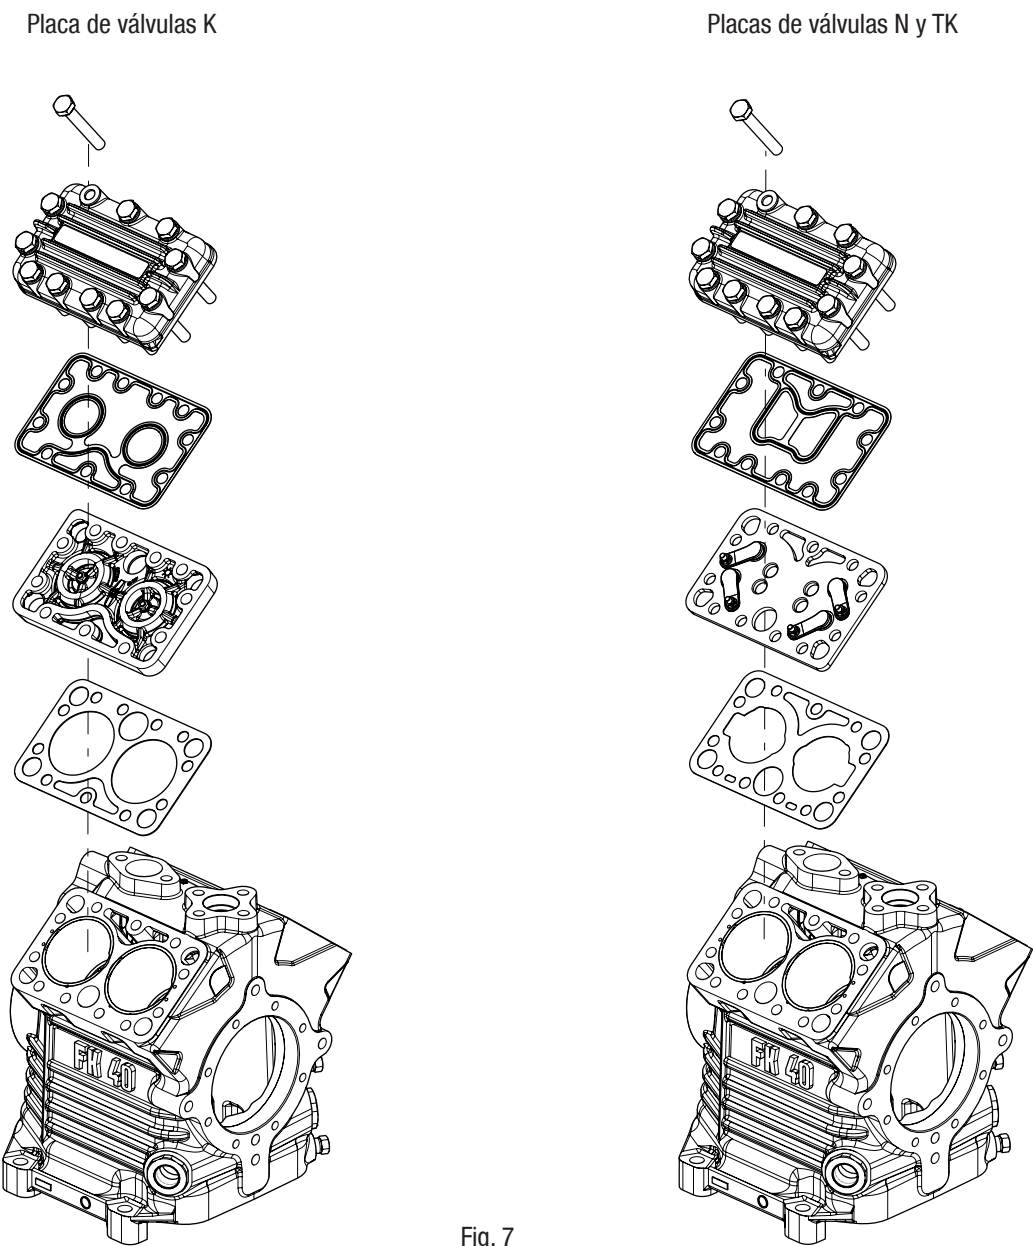
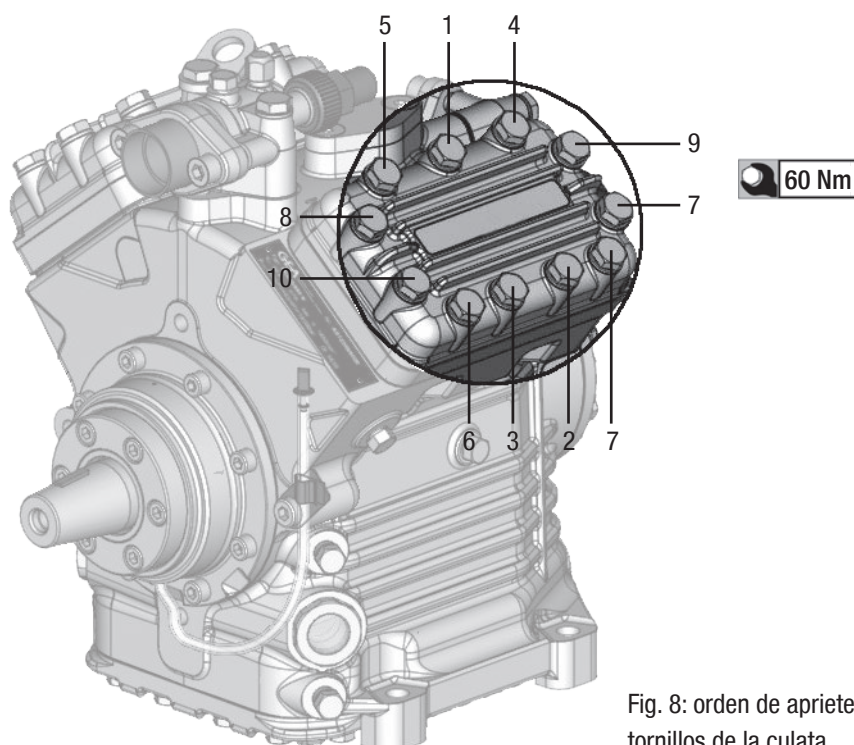

Fig. 7
Fig. 8: orden de apriete de los tornillos de la culata
Desmontaje (véase fig. 7):
Montaje (véase fig. 7):
ATENCIÓN Montar la placa de válvulas K (N.º art. 80010) solo con la marca „TOP“ hacia arriba (véase fig. 7).
- ¡Apretar los tornillos de la culata (pos. 1 en fig. 7) conforme fig. 8 en el orden mostrado!